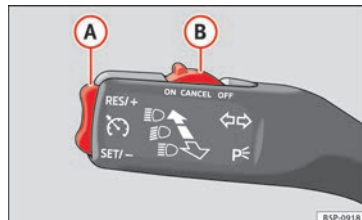

Abb. 136 Blinker- und Fernlichthebel: Schalter und Wippe für die Geschwindigkeitsregelanlage
- Drücken Sie den unteren Teil der Wippe **SET/-»» Abb. 136 (A)** einmal kurz, wenn die zu speichernde Geschwindigkeit erreicht worden ist.
– Drücken Sie den oberen Teil der Wippe **RES/+** » **Abb. 136 (A)**, um die Geschwindigkeit zu erhöhen. Solange Sie die Wippe gedrückt halten, beschleunigt das Fahrzeug. Sobald Sie die Wippe loslassen, wird die neue Geschwindigkeit gespeichert.
– Drücken Sie den unteren Teil der Wippe **SET/-** » **Abb. 136 (A)**, um die Geschwindigkeit zu verringern. Solange Sie die Wippe gedrückt halten, verringert das Fahrzeug durch automatische Gaswegnahme die Geschwindigkeit. Sobald Sie die Wippe loslassen, wird die neue Geschwindigkeit gespeichert.
Wenn Sie die gespeicherte Geschwindigkeit durch Treten des Bremspedals verringern, wird die Geschwindigkeitsregelanlage deaktiviert. Sie können durch einmaliges Drücken des oberen Teils der Wippe **RES/+** » **Abb. 136 (A)** die Regelung wieder aufnehmen.